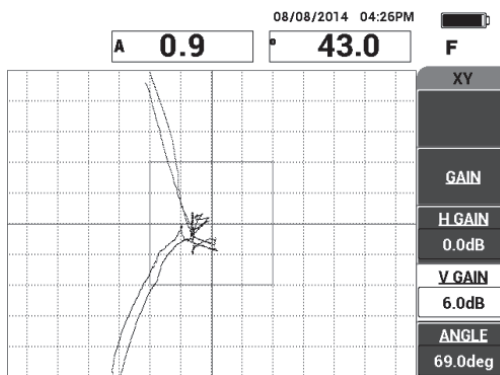

Рис. 6-9 Настройка Г УСИЛ и В УСИЛ
5. При необходимости, настройте **Г УСИЛ** (клавиша C) и **В УСИЛ** (клавиша D) для четкого различия между расслоениями ближней и дальней зоны (см. Рис. 6-9 на стр. 139).